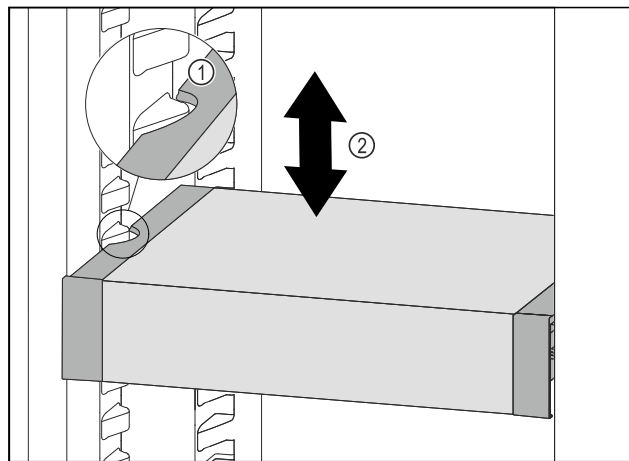

Fig. 140
- ▶ Тяните VarioSafe вперед, пока боковые выемки VarioSafe не окажутся на высоте выступа резервуара в холодильном отделении. Fig. 140 (1)
- ▶ Двигайте VarioSafe в холодильном отделении вверх или вниз, пока не будет достигнута требуемая высота. Fig. 140 (2)